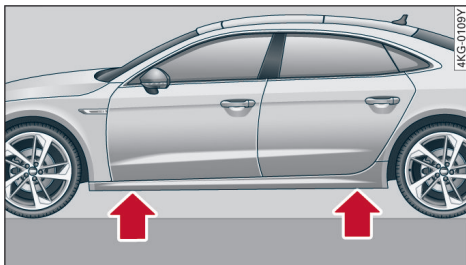

图 179 车门槛：标记
- ▶ 在车门槛上寻找离待更换车轮最近的标记⇒图 179。在边梁上的标记后就是车辆千斤顶的支撑点。
- ▶ 在下边梁的支撑点上旋转车辆千斤顶使其尽量升高，直到固定爪①完全包住车上的槽口处。
- ▶ 校正车辆千斤顶的位置，使其固定爪①包住槽口并使底板②平贴在车底下。此时，底板②必须垂直于支撑点①下。